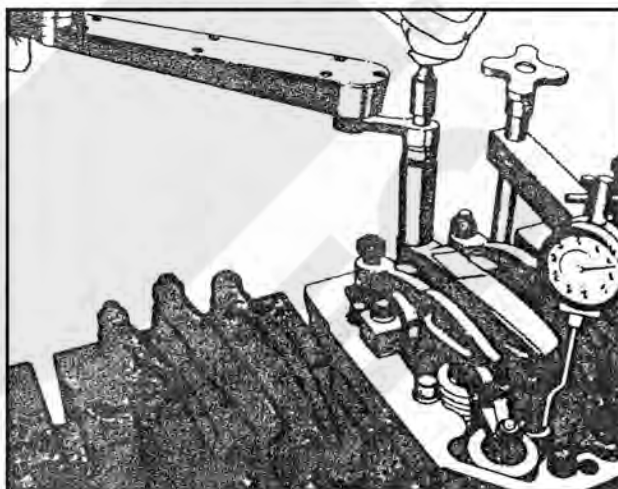

图 2-19 用 ST-669 拧紧锁紧螺母
**注：**当使用 ST-669 扭力扳手接头时，锁紧螺母扭矩为 30~35 英尺·磅[41~47 牛·米]，(图 2-19)。